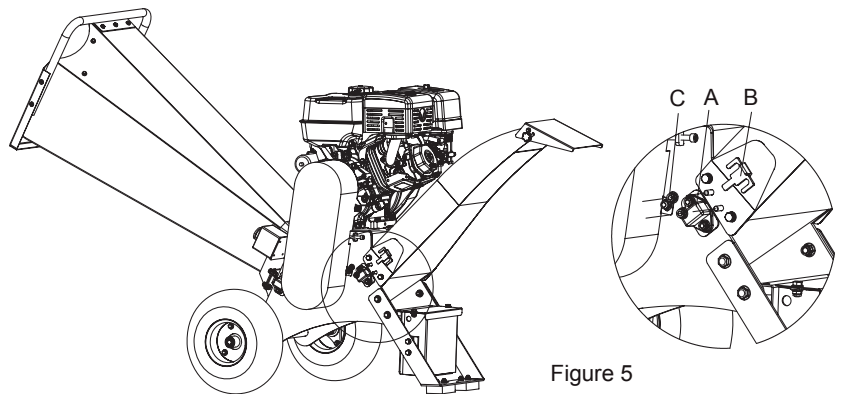

Figure 5
**INSTALLER LES PIÈCES D'INSERTION - FIG. 5**
1. Insérez la pièce d'insertion (B) dans la fente du boîtier de commutation (A).
2. Fixez la pièce d'insertion à l'aide des deux écrous à bride M8 (C).